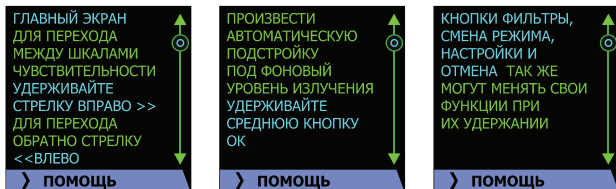

Рисунок 13 – краткая помощь по навигации
- нажать и удерживать в течение 2 секунд кнопку , после чего изделие переходит к разделу помощи. На экране выводится текстовая информация, представленная на Рис. 13;